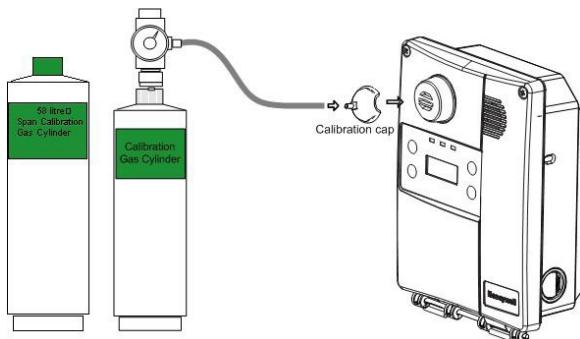

Figura 4. Instalación de calibración
- Conecte el tubo del regulador a la tapa de calibración del sensor como se muestra en la Figura 4.
Vea la figura 4.